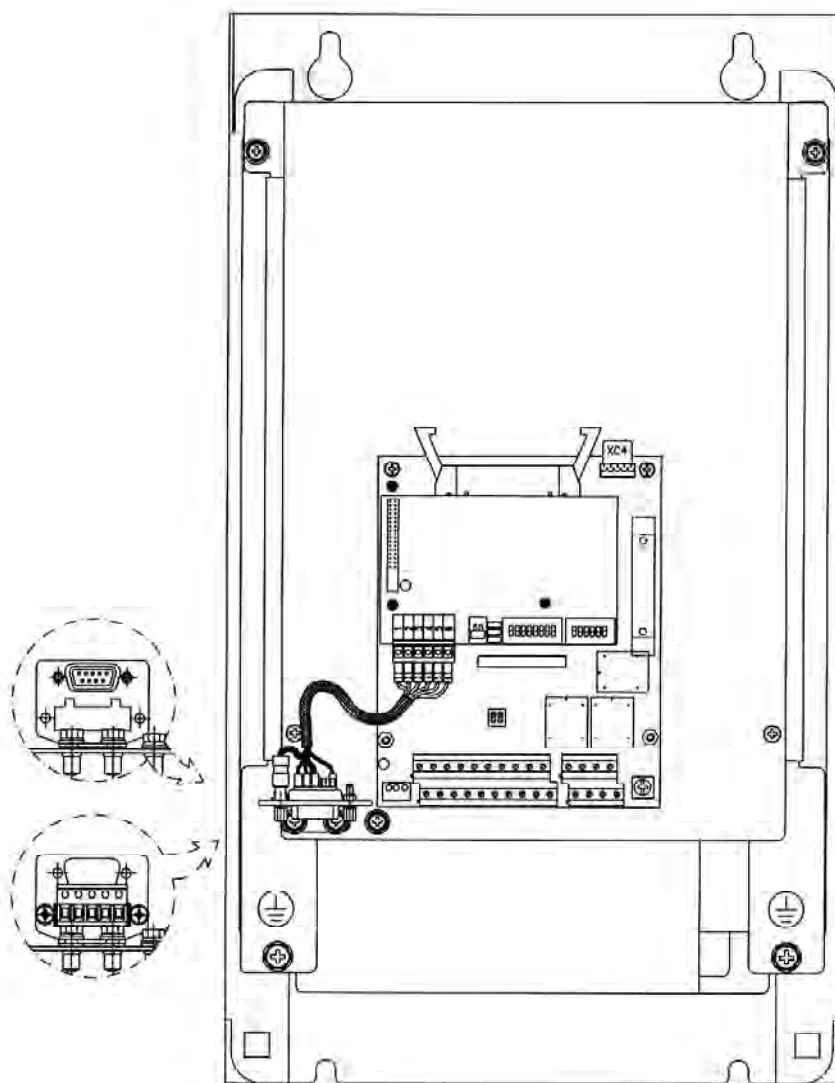

Рис. 8.37 - Установка разъема Fieldbus
- Установите разъем Fieldbus на корпусе преобразователя и подключите его кабелем длиной 150 мм (см. рис. 8.37)
- Закрепите угольник с разъемом на несущей металлической панели платы управления (см. рис. 8.37).